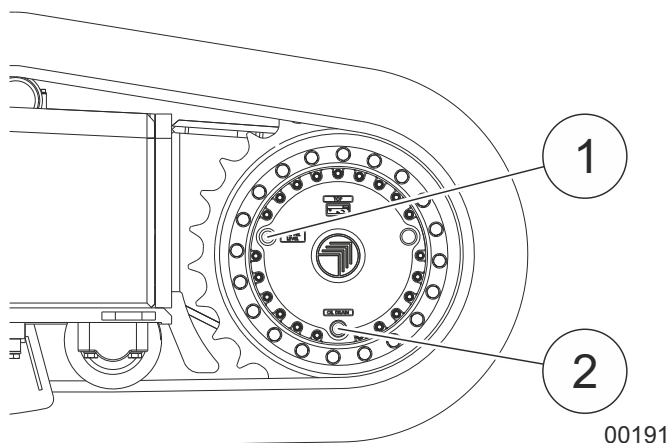

Fig. 240 Pontos de lubrificação (1) e (2) do acionamento de deslocamento
| 1 | Estacione a máquina em uma superfície plana e firme para que os pontos de lubrificação (1) e (2) fiquem como mostrado na Fig. 240. |